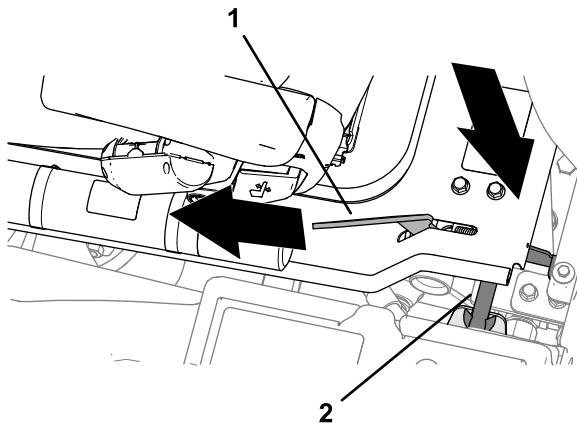

Figure 46
- Lorsque la plate-forme approche de la position complètement baissée, déplacez la poignée de verrouillage (Figure 46) vers l'avant de la machine.